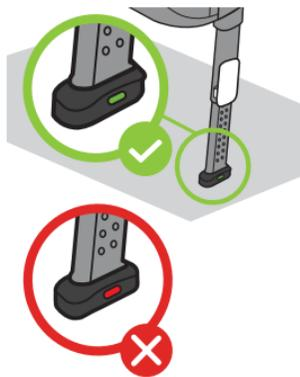

Figure 66
- Vérifiez que l'indicateur de pression du piètement de charge est passé du rouge au vert, comme indiqué dans la **Figure 66**. Si l'indicateur reste rouge après le verrouillage de le piètement de charge en position, étirez encore une fois le piètement de charge pour augmenter le contact entre le plancher du véhicule et le piètement de charge.